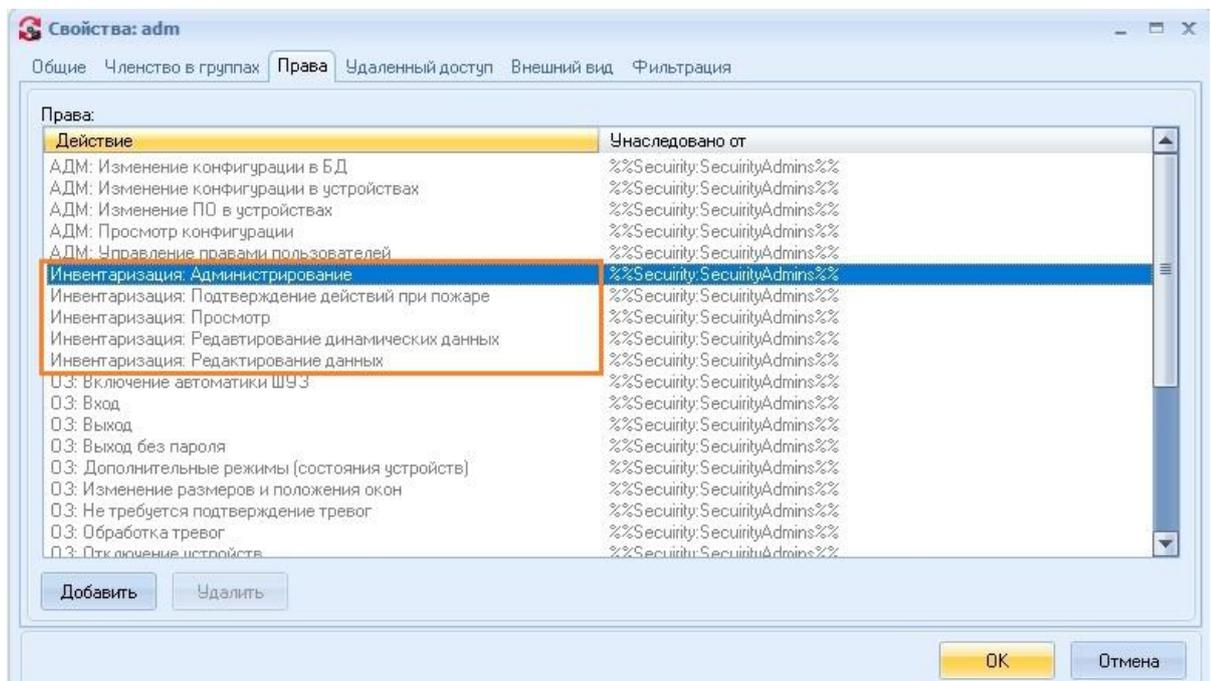

Рисунок 17.22 – Выбор прав пользователя, окно «Свойства», приложение «Управление Диспетчером серверов»
7) Настроить права пользователей, имеющим доступ на редактирование динамических данных в приложении «ОЗ» (3.4.1) (рисунок 17.22).